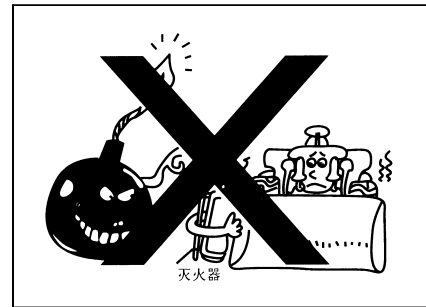

Рис.1–20
- При работе погрузчика если выпускное сопло шумоглушителя приближается к сухим травам, старым бумагам и другим легковоспламеняющимся предметам, возможно, возникает пожар. Поэтому, при работе на вышеуказанных местах уделять особое внимание этому (рис. 1–21).